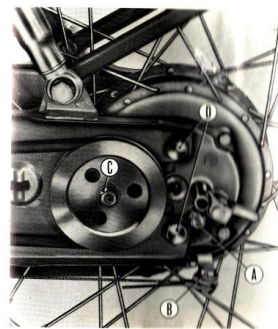

Fig. 23
Per la ruota posteriore, tolti i coperchi laterali (fig. 23), sganciare il cavetto freno (fig. 23 - « B ») e la catena dal rocchetto (sul lato opposto a quello di fig. 23) secondo le norme illustrate a lato, smontare la puleggia posteriore (dado « C » - fig. 23), togliere infine i 4 bulloni di fissaggio (due di tali bulloni sono visibili in fig. 23 - « D »; gli altri due si trovano dal lato opposto della figura).
1) - Verificare l'olio nel mozzo posteriore (olio ESSO GEAR OIL CZ 85 W-90: ved. pag. 22 e fig. 23 e nella sospensione anteriore telescopica (olio ESSOLUBE 20 W: ved. pag. 24 e fig. 3).